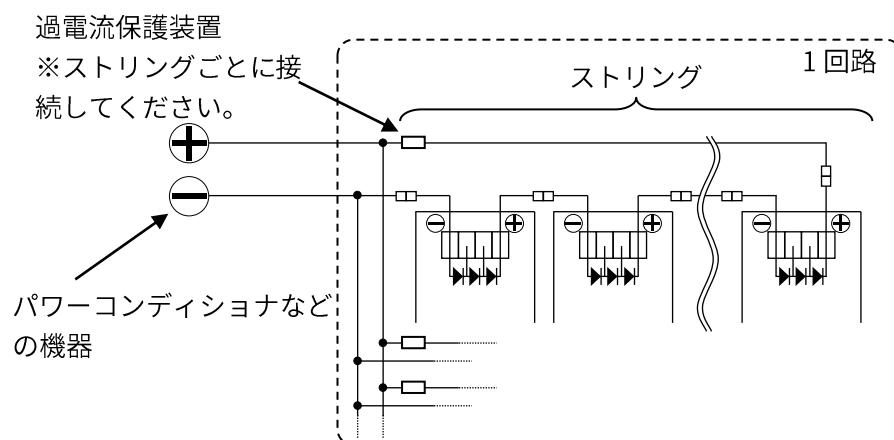

図 7. 3本以上のストリングを並列接続する場合
### ② 3 本以上のストリングを並列接続する場合（図 7）